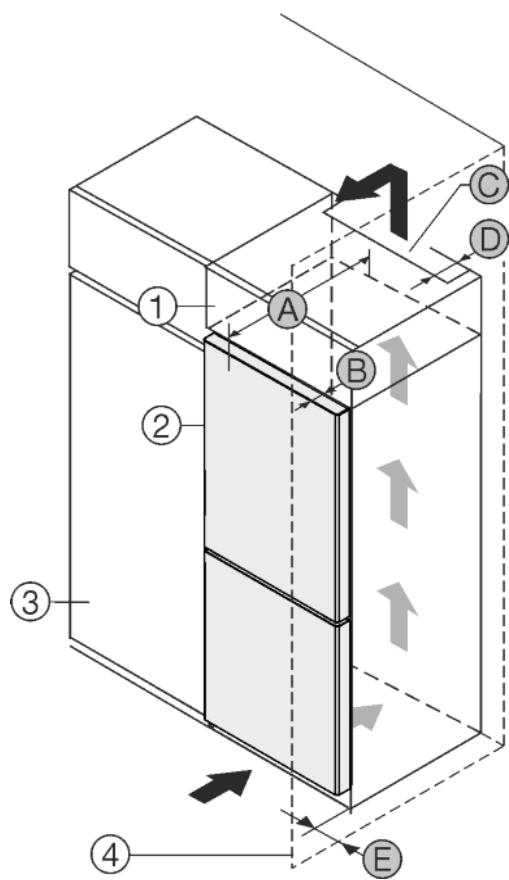

Fig. 1
Zariadenie postavte priamo vedľa kuchynskej skrine Fig. 1 (3).*
Zariadenie postavte so vzdialenosťou 5 cm medzi zariadením a kuchynskou skriňou Fig. 1 (3).*
Na zadnej strane nadstavnej skrine musí byť vetracia šachta s hĺbkou Fig. 1 (D) cez celú šírku nadstavnej skrine.*
Pod stropom miestnosti sa musí dodržať priestor vetracieho otvoru Fig. 1 (C).*
Ak je zariadenie umiestnené so závesmi vedľa steny Fig. 1 (4), vzdialenosť medzi zariadením a stenou musí byť minimálne 40mm. To zodpovedá presahu držadla pri otvorených dverách.*
Pre úplné otvorenie dverí musí zariadenie vyčnievať o hĺbku dvier Fig. 1 (B) prednej časti kuchynskej skrine. V závislosti od hĺbky kuchynských skriň Fig. 1 (3) a použitia dištančných držiakov na stenu môže zariadenie vyčnievať ešte viac.*
Pre úplné otvorenie dverí musí zariadenie vyčnievať o hĺbku dvier (B) prednej časti kuchynskej skrine. V závislosti od hĺbky kuchynských skriň Fig. 1 (3) a použitia dištančných držiakov na stenu môže zariadenie vyčnievať ešte viac.*